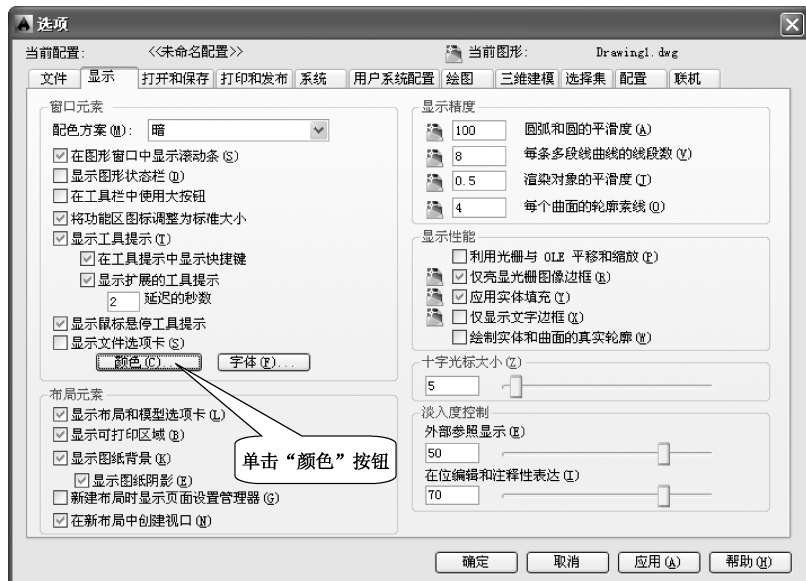
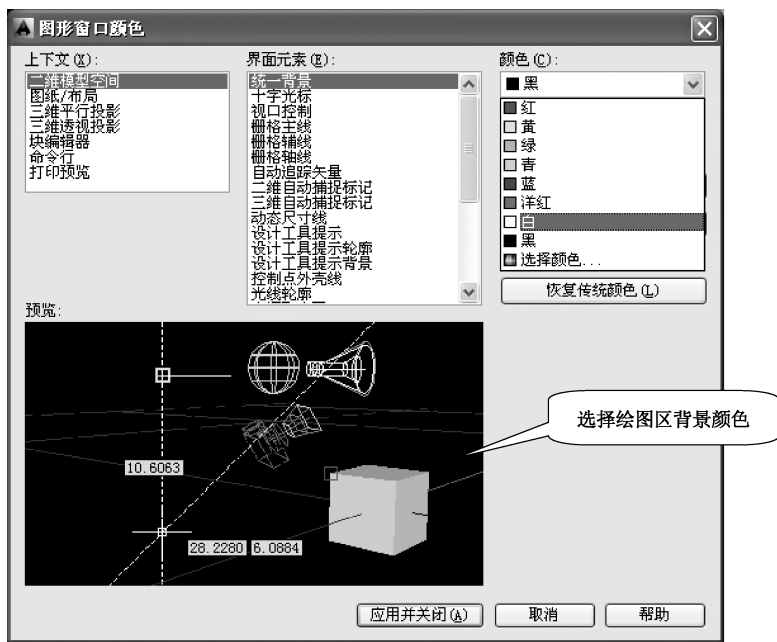

图 1-2 “选项”对话框中的“显示”选项卡
图 1-3 “图形窗口颜色”对话框
(1) 单击工作界面左上角“应用程序”按钮, 在出现的菜单中选择“选项”命令, 弹出“选项”对话框。
(2) 在“选项”对话框中选择“显示”选项卡, 如图 1-2 所示, 单击“颜色”按钮, 打开“图形窗口颜色”对话框, 如图 1-3 所示。
(3) 在“上下文”列表框中选择“二维模型空间”选项，在“界面元素”列表框中选择“统一背景”选项，在“颜色”下拉列表中选择“白”选项，如图 1-3 所示。
(4) 单击“应用并关闭”按钮 **应用并关闭(A)**，返回“选项”对话框，单击“确定”按钮，完成设置。